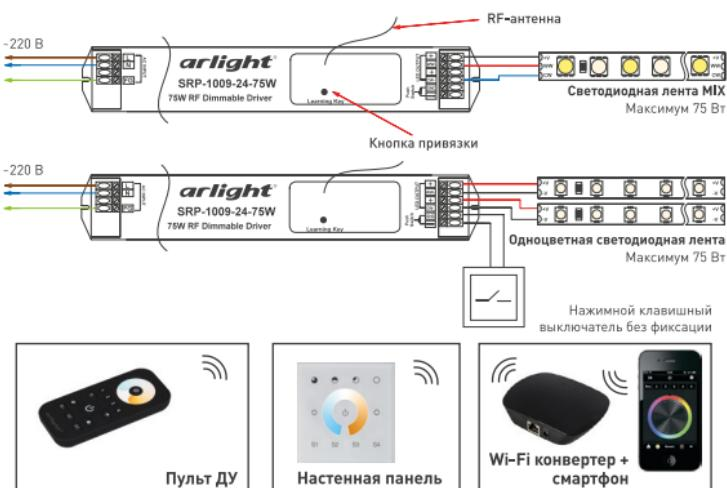

Рисунок 1. Схема подключения.
- Подключите нагрузку к выходу LED OUTPUT, соблюдая соответствие проводов [см. Рисунок 1].